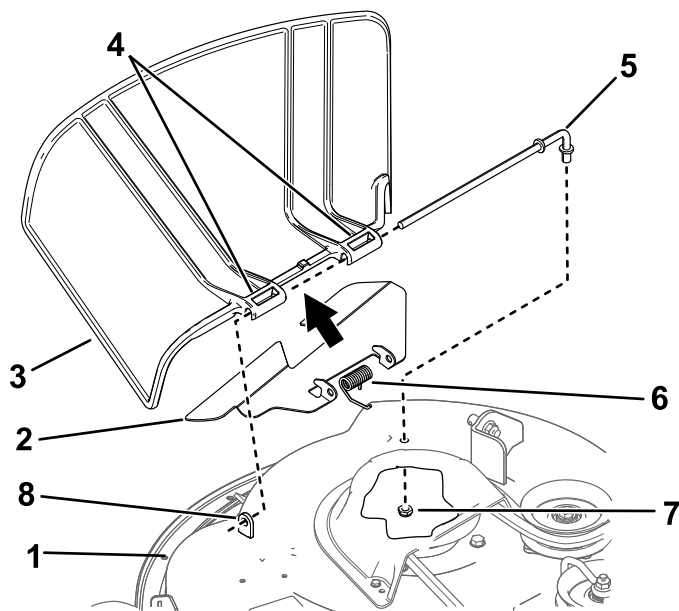

Figura 73
1. Togliete il dado ($\frac{3}{8}$ ") dall'asta sottostante il tosaerba (Figura 73).
2. Estraiete l'asta dal distanziatore corto, dalla molla e dal deflettore dell'erba (Figura 73).
4. Montate il deflettore dell'erba tagliata nuovo (Figura 73).
7. Fate scorrere l'asta attraverso il secondo perno del deflettore dell'erba (Figura 73).
9. Fissate l'estremità posteriore dell'asta nel tosaerba con un dado ($\frac{3}{8}$ "), come mostrato in Figura 73.